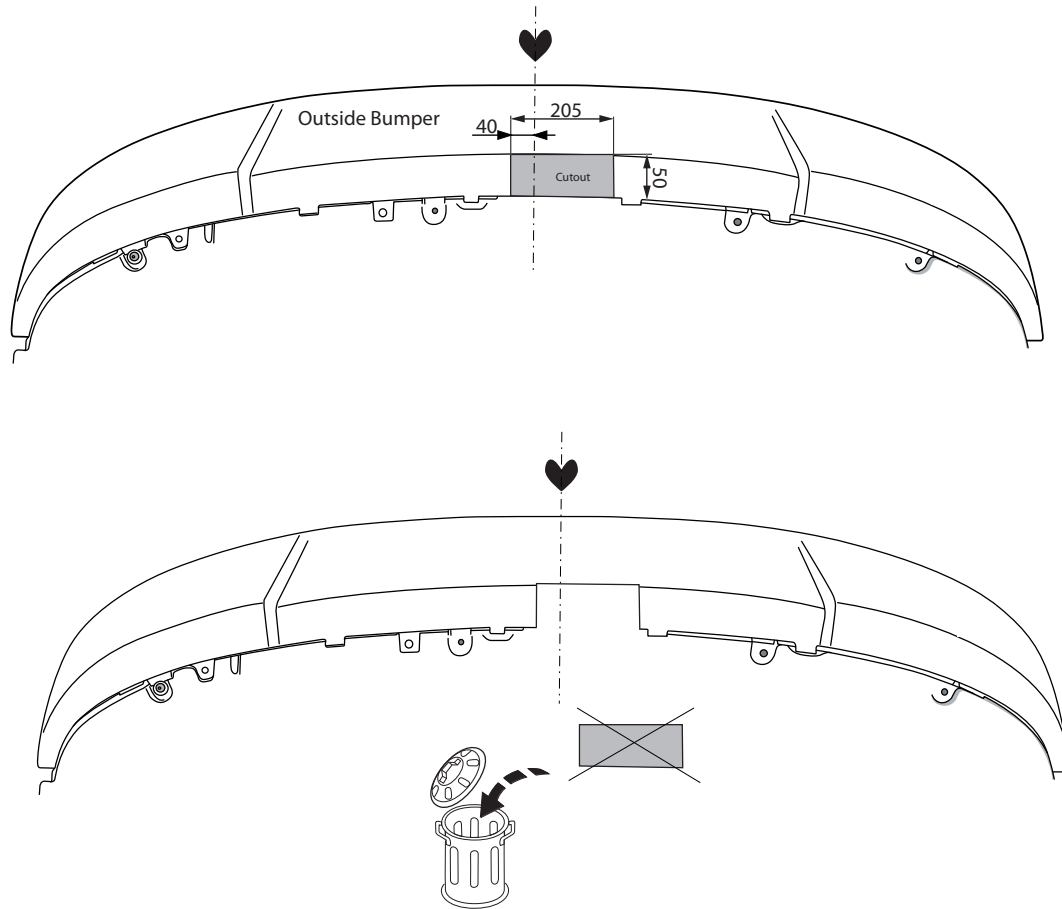

Fig. 2
9. Выпилить часть из бампера в середине снизу, как указано на рис.2..